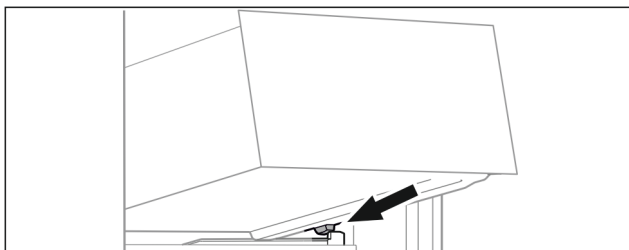

Fig. 92
- Schubfach schräg hinter den Stoppern auf Behälterrippe aufsetzen. (siehe Fig. 92)